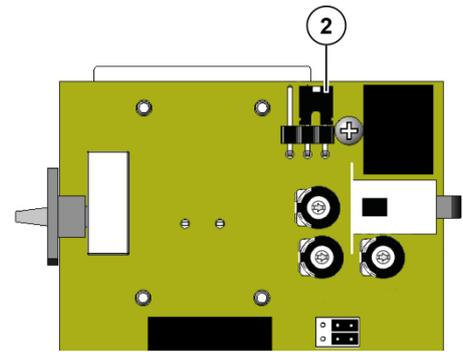

Abb. 5: Werkseinstellung J2: C1 – C2 verbunden
- ▶ Stecken Sie die Steckbrücke J2 auf die beiden linken Kontakte, um die Leitungen C1 und C2 zu trennen (Abb. 5).